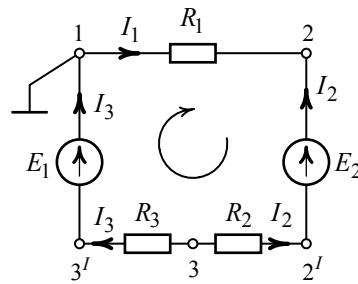

Рис. 2.7
7. Выделим элемент внешнего контура (рис. 2.7). Примем потенциал точки 1 равным нулю ( $\varphi_1 = 0$ ). Рассчитаем потенциалы точек контура, обходя его по часовой стрелке: